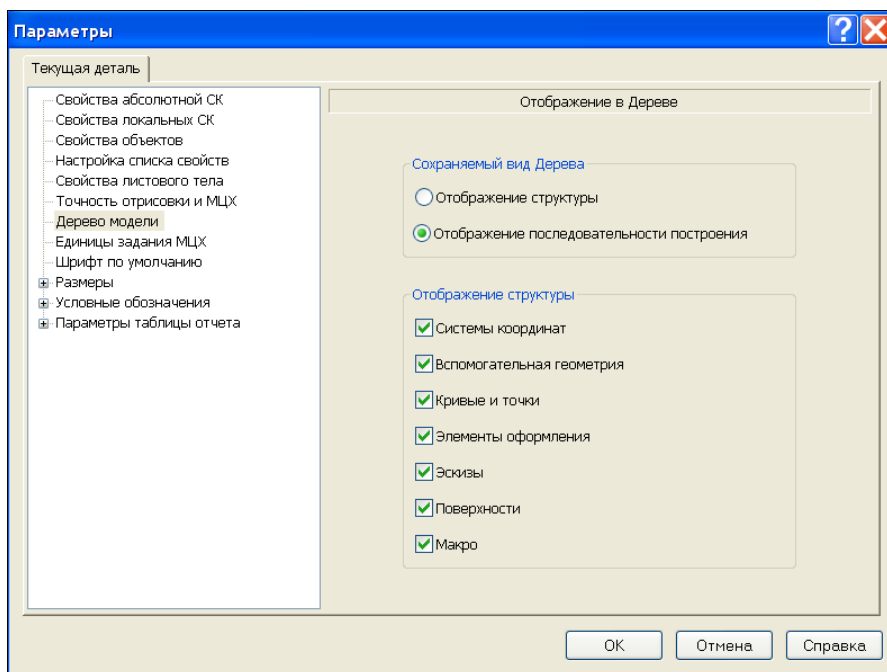

Рис. 16.7. Диалоговое окно **Параметры** с открытой вкладкой **Текущая деталь**
- 1. Нажмите кнопку **Состав дерева модели**  на Панели специального управления окна. Система выведет на экран диалоговое окно **Параметры** (рис. 16.7). В этом окне, сняв или установив флажок, вы можете выключить или включить отображение раздела в Дереве модели.